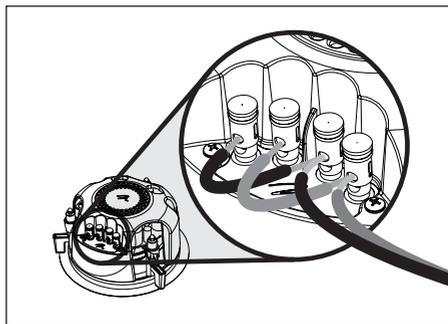

Figure 3. Helos 22 ponté pour une utilisation en mono.
- **Helos 22 Mono :** raccordez un ensemble de câbles d'enceinte à un ensemble de bornes de raccordement du Helos 22 et utilisez le câble correspondant pour faire le pont avec le deuxième ensemble de bornes de raccordement (figure 3).